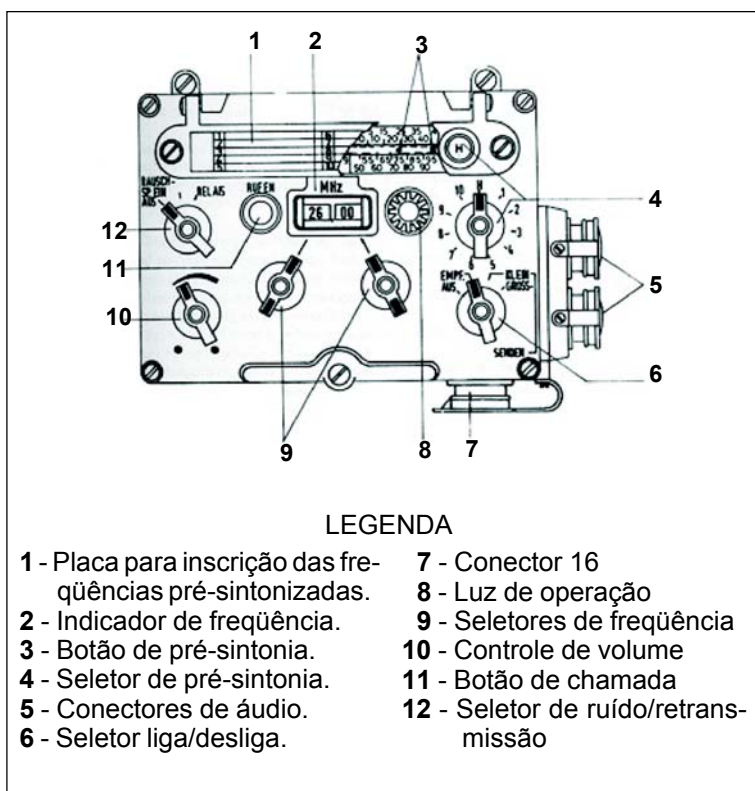

Fig 8-3. Painel de controle
**b. Painel de Controle (Fig 8-3):**